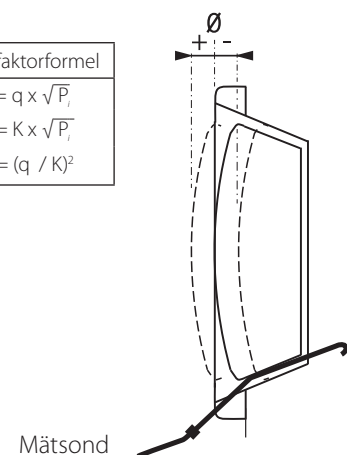

Bild 1. Injustering med mätsond.
- Beakta ventilkägglans läge. Kägglan utgår ifrån ett 0-läge och kan ställas inom ett max (+) / min (-) intervall, se bild 1 samt K-faktortabell **T1**.